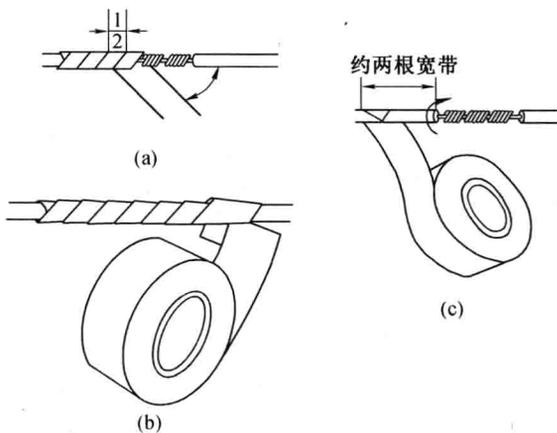

图 1-13 绝缘带的包缠方法
(1) 包缠时,先将绝缘带从左侧的完好绝缘层上开始包缠,应包入绝缘层 30~40 mm,包缠绝缘带时,要用力拉紧,带与导线之间应保持约 45° 倾斜,如图 1-13(a)所示。
(2) 进行每圈斜叠缠包,后一圈必须压叠住前一圈的 1/2 带宽,如图 1-13(b)所示。
(3) 另一端也必须包入与始端同样长度的绝缘带,然后接上黑胶布,并使黑胶布包出绝缘带层至少半根带宽,即必须使黑胶布完全包没绝缘带,如图 1-13(c)所示。
(4) 黑胶布也必须进行 1/2 叠包,包到另一端也必须完全包没绝缘带,收尾后应用双